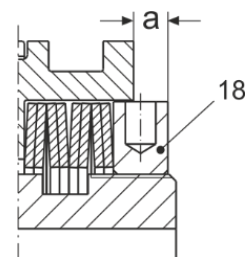

Рис. 12
1. Вынуть штифт с резьбой (19).
3. Поворачивая регулировочную гайку (18) установите размер "а" согласно Рис. 12.
4. Установку при необходимости корректируют так, чтобы резьбовое отверстие для штифта с резьбой (19) попало в один из четырех пазов во втулке.
5. Ввернуть штифт с резьбой (19) в паз во втулке.